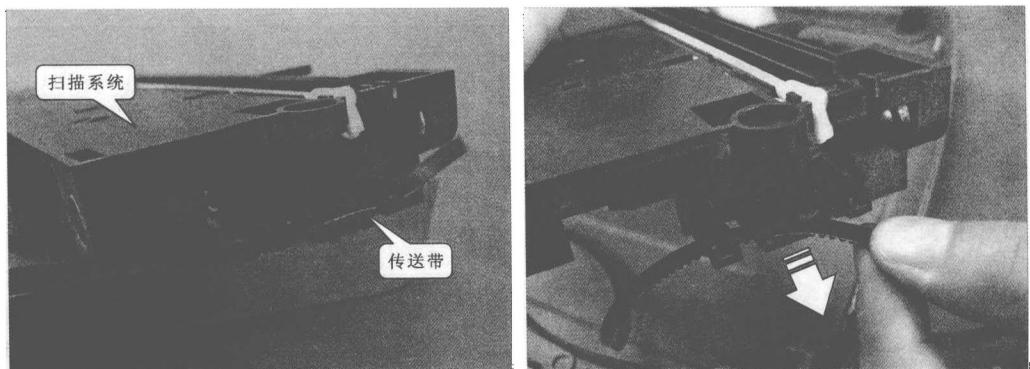

图 1-16 取下扫描系统上的传送带
(14) 将传送带从扫描系统上取下来，如图 1-16 所示。